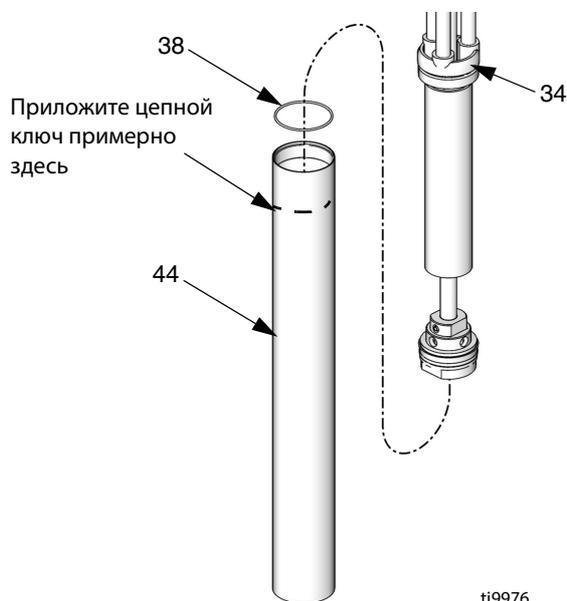

Рис. 18
5. Извлеките всасывающий трубопровод (44) из корпуса насоса (34). См. Рис. 18.
6. Проверьте уплотнительное кольцо (38) на корпусе насоса и всасывающий трубопровод на повреждения. См. Рис. 18.